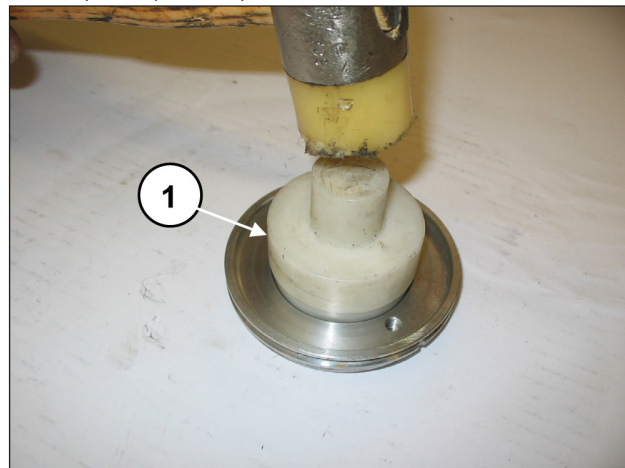

Abb. 93
Montieren Sie den radialen Dichtring in den Ölabbstreifungs-Deckel (Pos. ①, Abb. 93) mithilfe eines Dorns Art. 27910900.